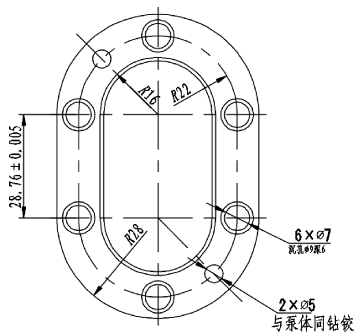

图 14-18 标注公差尺寸
(7) 单击“默认”选项卡“注释”面板中的“线性”按钮，标注水平轴线之间的尺寸，如图 14-18 所示。